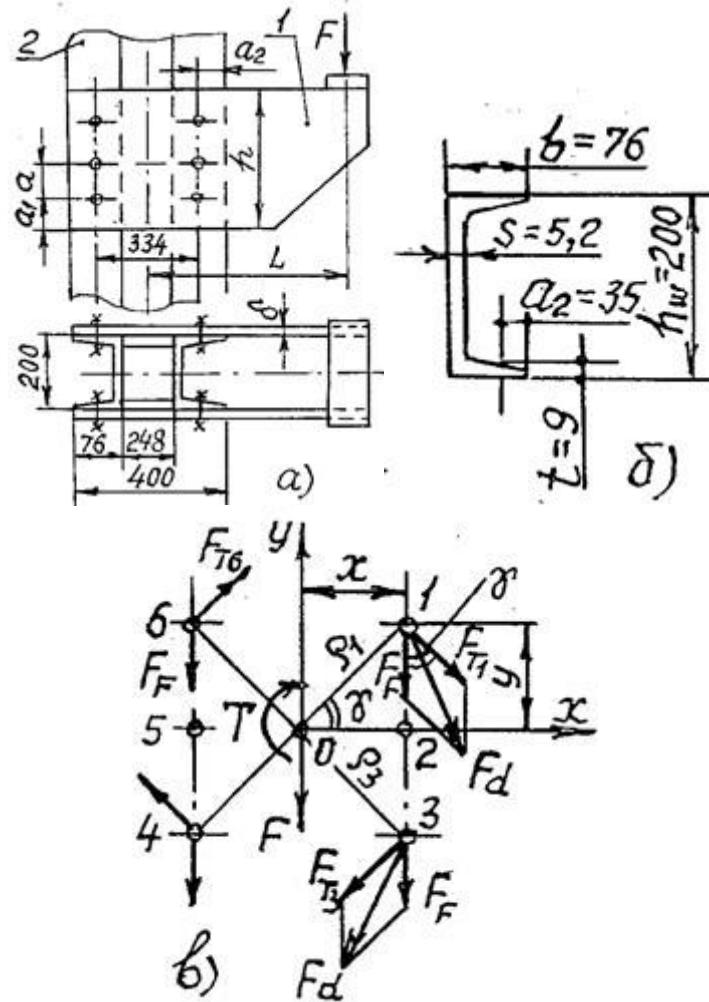

Рис.55
Рассчитать болты без зазора крепления кронштейна 1 (рис.55, а) к колонне 2, состоящей из двух швеллеров 20, по следующим данным: сила $F = 32$ кН; вылет консоли $L = 1$ м; толщина листа кронштейна $\delta = 12$ мм; число болтов в одном вертикальном ряду $z = 3$ (всего болтов в четырех рядах
12). Размеры конструкции приведены на рис.55, а; размеры сечения швеллера 20 – на рис.55, б, где размер $a_1 = 4\delta$.
3. На соединение (с одной стороны кронштейна) действуют вращающий момент $T = M = 16000$ Нм и сдвигающая сила $F = 16$ кН, приложенные в центре масс О (рис.55, в) в плоскости стыка. Силы, распределенные по болтам, показаны на рис.55, в. Наиболее нагруженными из условия симметрии являются болты 1 и 3.
где (рис.55, а, б) $\chi = 200 - a_2 = 200 - 35 = 165$ мм.